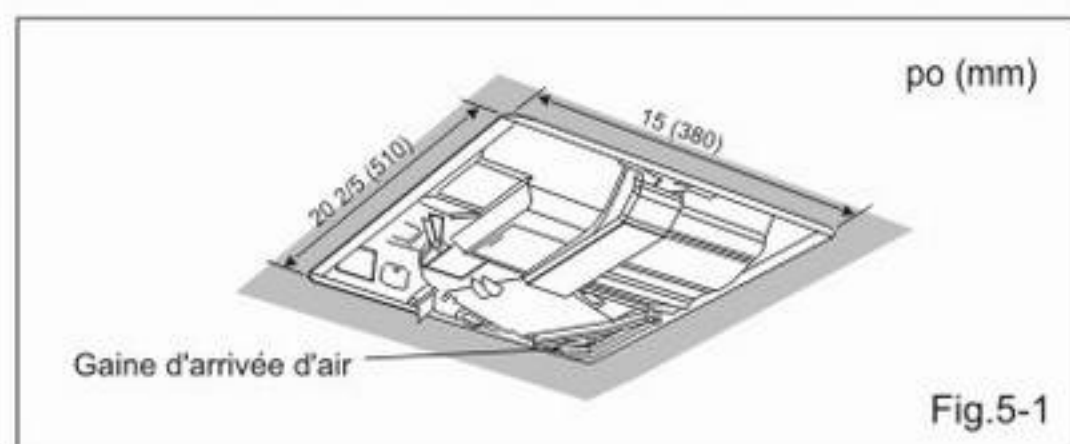

Fig.5-1
10. Terminez la finition du plafond. L'orifice au plafond devrait être coupé au pourtour de la bride. (Voir Fig. 5-1)